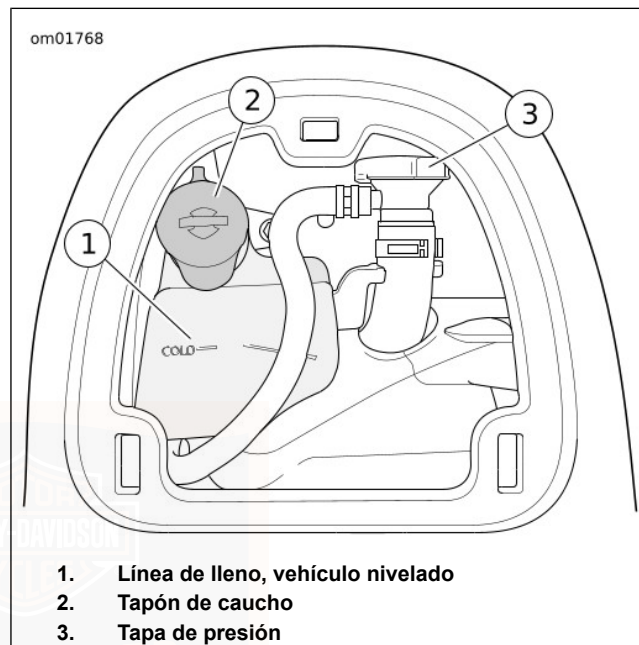

Figura 56. Nivel de refrigerante
2. Vea Figura 56. Compruebe que el nivel de refrigerante en la botella esté en o ligeramente arriba de la línea "COLD" (frío).